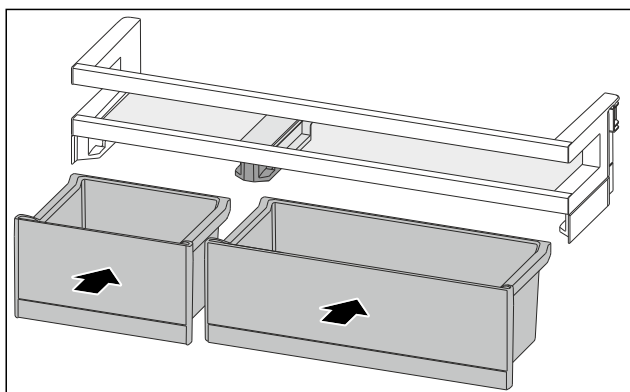

Fig. 153
- Вставте контейнери VarioBox у змінні положення. (див. Fig. 153)